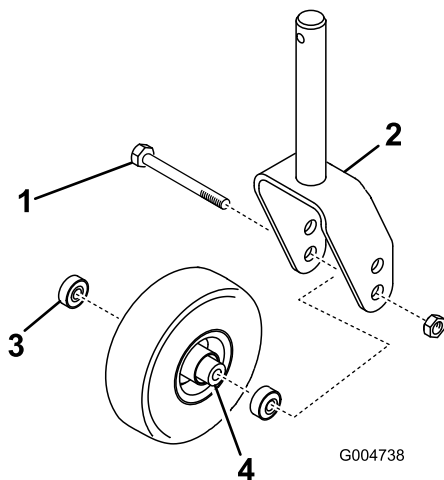

Рисунок 24
1. Отверните контргайку с болта, удерживающего узел поворотного колеса в вилке колеса (Рисунок 24).
3. Извлеките подшипник из ступицы колеса и дайте выпсть проставке подшипников (Рисунок 24).